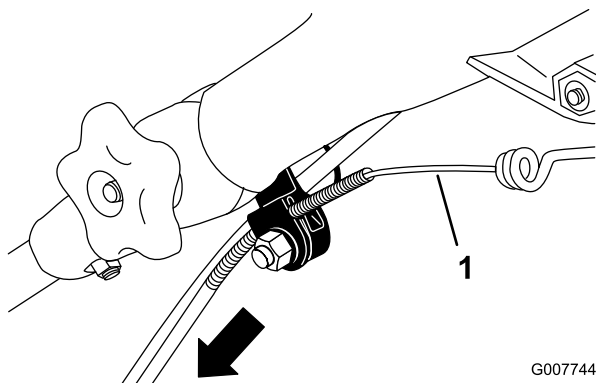

Figura 33
3. Tirate verso il basso la guaina del cavo fino ad eliminare l'imbando del cavo esposto (Figura 33).